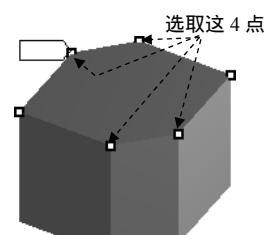

图 5.3.39 指定 end vertex
- (4) 指定 end vertex。单击以激活 Specified Ends 后的文本框，选取图 5.3.39 所示的点，单击 Apply 按钮确认。